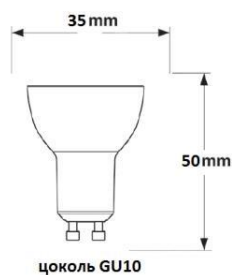

Рис. 12
5. Удалите старую лампочку. 6. Установите новую лампочку (рис. 12), действуя в обратном порядке. Рекомендуем также лампочки Lightstar и Kanlux: